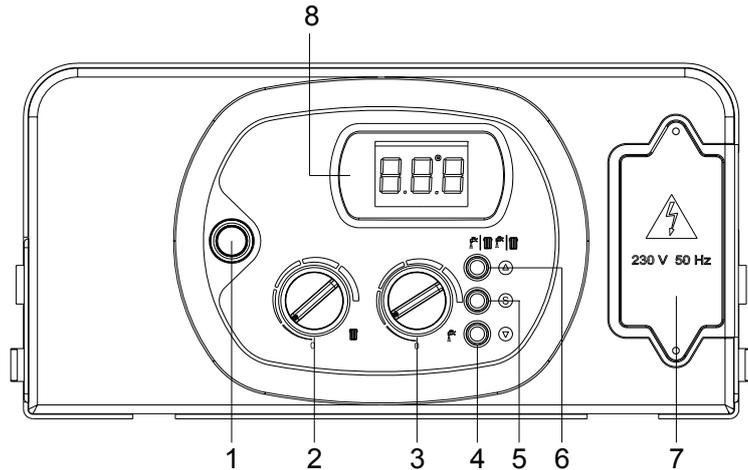

fig.22
- Appuyer sur le bouton poussoir **1** marche/arrêt (fig.22).
Pour commuter la chaudière sur « ÉTÉ », agir sur la touche **6** (fig.22) et sélectionner ainsi la fonction sanitaire. En mode “ ÉTÉ ”, le symbole  s'allume sur l'afficheur du tableau de commande.
Pour commuter la chaudière sur « HIVER », agir sur la touche **6** (fig.22) et sélectionner ainsi la fonction chauffage. En mode “HIVER”, le symbole  s'allume sur l'afficheur du tableau de commande.
Pour commuter la chaudière en fonctionnement ÉTÉ-HIVER, agir sur la touche **6** (fig.22) et sélectionner la fonction chauffage/eau chaude sanitaire. Le fonctionnement ÉTÉ-HIVER se reconnaît à l'allumage simultané des symboles  sur l'afficheur du tableau de commande.
Le réglage de la température s'effectue au moyen du bouton **2** (fig.22) :
Le réglage de la température s'effectue au moyen du bouton **3** (fig.22) :